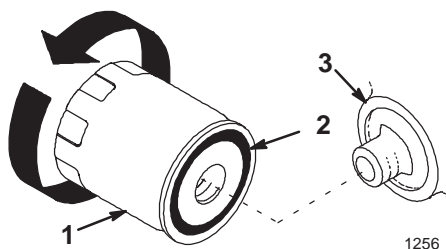

Bild 32
2. Entsorgen Sie den alten Motorölfilter (Bild 32).
3. Wischen Sie die Dichtungsfläche am Filteransatz ab (Bild 32).
4. Ölen Sie die Gummidichtung am Austauschfilter (Bild 32) leicht mit Frischöl ein.
5. Drehen Sie den Austauschfilter auf den Anbaustutzen auf. Drehen Sie den Ölfilter im Uhrzeigersinn, bis die Gummidichtung den Anbaustutzen berührt. Ziehen Sie ihn dann mit der Hand um eine weitere 3/4-Umdrehung fester (Bild 32).
10. Füllen Sie Öl bis zur Voll-Marke (H) am Peilstab nach.